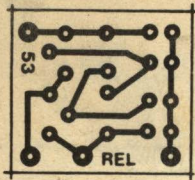

Fig. 3
- FIG. 3 - LAY OUT DO CIRCUITO IMPRESSO ESPECÍFICO - Pequeno, como convém à nossa idéia de miniaturização, o Impresso não apresenta, contudo, nenhuma dificuldade na sua realização, principalmente devido à baixa quantidade de componentes no circuito... Na verdade, o lay out poderia ser ainda menor, mas aí muitos de Vocês (principalmente os "começantes"...), encontrariam dificuldades de "manuseio" durante as próprias inserções e soldagens... De qualquer modo, uma boa dose de atenção e "capricho" será necessária, para bem realizar o Impresso e a montagem... O tamanho da figura é natural, bastando então a cópia, pura e simples, com carbono. Na traçagem, convém usar os decalques encontráveis nas lojas de componentes, que permitem excelente acabamento e boa precisão nos tamanhos e afastamentos (principalmente